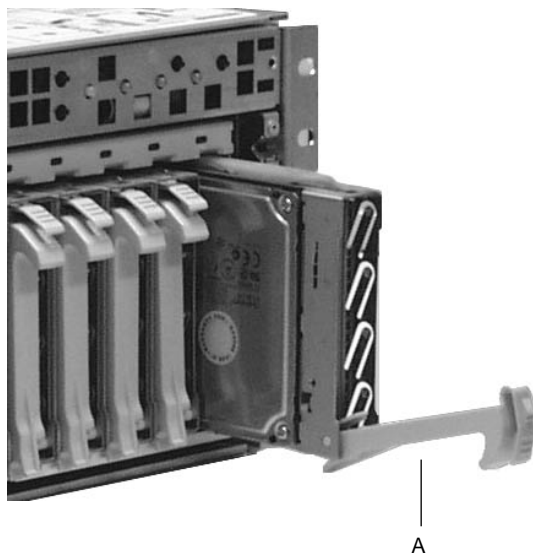

图 4-3 使驱动器支架脱离机箱
5. 抓住锁定手柄并将其拉向您，以使驱动器接口脱离背板接口。锁定手柄在图 4-3 中用“A”标记。